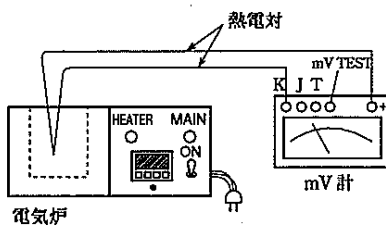

図1
- (1) 電気炉，熱電対 (たとえばK熱電対) mV計を図1のように接続します。